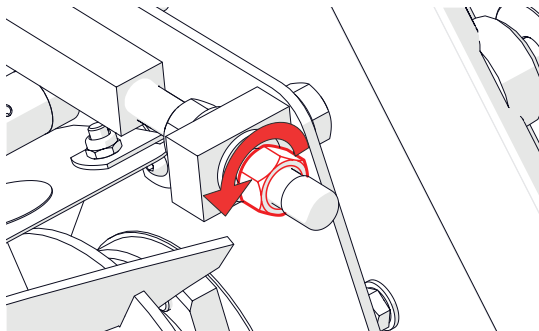

Fig. 11C - Desserrez le contre-écrou
6. Réglez le jeu à l'aide de l'écrou de réglage [clé de 19 mm] (Fig. 11C). Seuls des réglages minimes sont nécessaires : commencez par $\frac{1}{8}$ de tour et répétez le test de coupe du papier. Répétez le réglage jusqu'à ce que le morceau de papier présente une coupe nette.